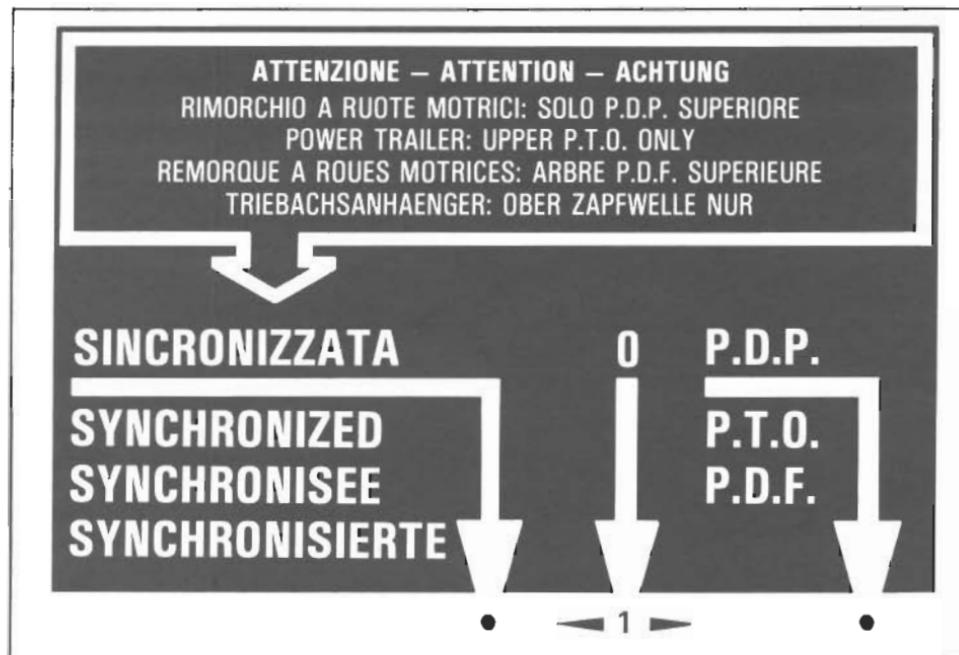

Fig. 8/a - Bild 8/a
Die Kraftübertragung auf diese Zapfwelle erfolgt direkt vom Motor aus, hinter der Kupplung, weshalb die Zapfwellendrehzahl nur mit der Motordrehzahl verbunden ist. Die Drehrichtung der Zapfwelle bleibt auch im Rückwärtsgang unverändert. Ein Steuerhebel mit 2 Stellungen ermöglicht die Vorwahl von 2 verschiedenen Übersetzungsverhältnissen für die Zapfwelle (siehe Bild 8). Diese Zapfwelle dient zum Antrieb von Geräten oder Arbeitsmaschinen.
2. Die Zapfwelle durch Einlegen des betreffenden Steuerhebels (Bild 8, Detail 11) in Stellung 540 (langsam) oder 900 (schnell) in die gewünschte Drehzahl einschalten. Sich vergewissern, dass der Steuerhebel einwandfrei eingeschaltet ist.
La presa di potenza superiore ha le stesse caratteristiche della presa di potenza inferiore. Una leva di comando a tre posizioni consente di selezionare i diversi impieghi della p.d.p. (vedere la fig. 8/a).
- a) **Collegamento attrezzi**, operare come descritto nei punti 1 e 2 precedenti, portare la leva (fig. 8/a, part. 1) in posizione P.D.P. e quindi seguire la procedura dei punti 3 e 4 precedenti.
- b) **Collegamento rimorchi a ruote motrici**, premere il pedale della frizione e arrestare la trattore, portare la leva (fig. 8/a, part. 1) in posizione "SINCRONIZZATA" e la leva (fig. 8, part. 1) in posizione di folle. Rilasciare gradualmente il pedale della frizione.
The top power take-off features are the same as those of the bottom power take-off. A 3-position control lever is provided for the selection of the different uses of the p.t.o. (see fig. 8/a).
- "P.t.o." position, connection of implements. It makes the same revolutions as the bottom p.t.o. and the two rotation ranges are selected by control lever shown in figure 8.
a) **Connection of implements**, working sequence as described under items 1 and 2, bring lever (fig. 8/a, part. 1) to P.T.O. position then follow steps laid down under items 3 and 4.
b) **Connection of driving-wheeled trailers**, depress clutch pedal and stop the tractor, bring lever (fig. 8/a, part. 1) to "Synchromeshgeared position" and lever (fig. 8, part. 1) to the neutral position. Gently release clutch pedal.
La prise de force dessus présente des caractéristiques égales à la prise de force moteur. Un levier de commande à trois positions permet la sélection des divers emplois de la p.d.f. (voir fig. 8/a).